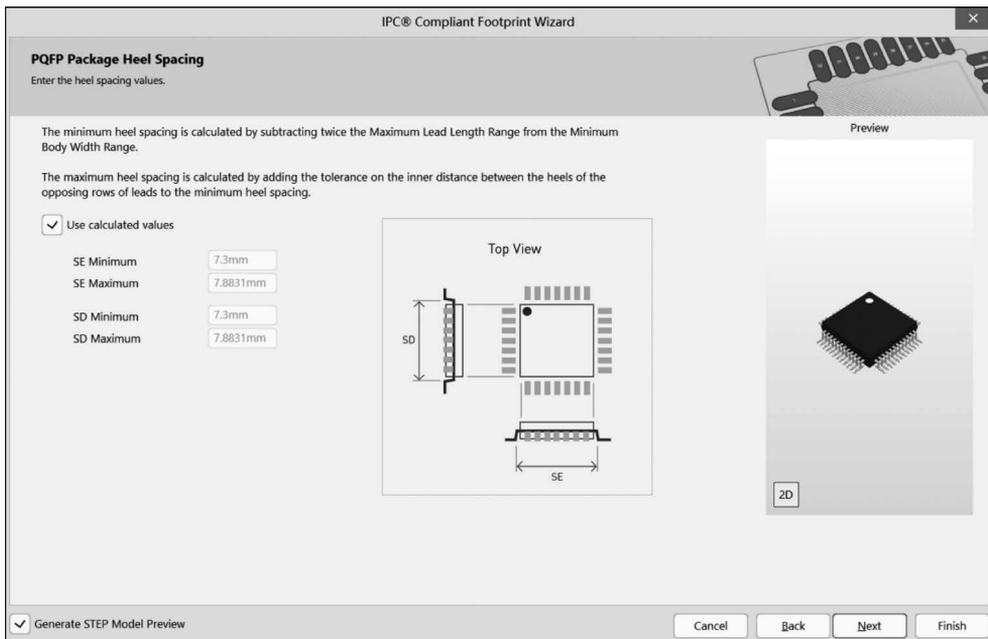

图 3-59 封装引脚跟距尺寸参数设置
(6) 单击 Next 按钮进入 Package Heel Spacing(封装跟距尺寸)设置,指相对的两根引脚之间根部的尺寸,如图 3-59 所示。一般默认选中 Use calculated values(使用系统计算值),若取消选中该项,则可自定义输出尺寸大小。
(7) 单击 Next 按钮进入封装焊接片设置界面,同样选择 Use default values(使用系统默认值),在 Board density Level(板装布线密度等级)中选择 Level B-Medium density